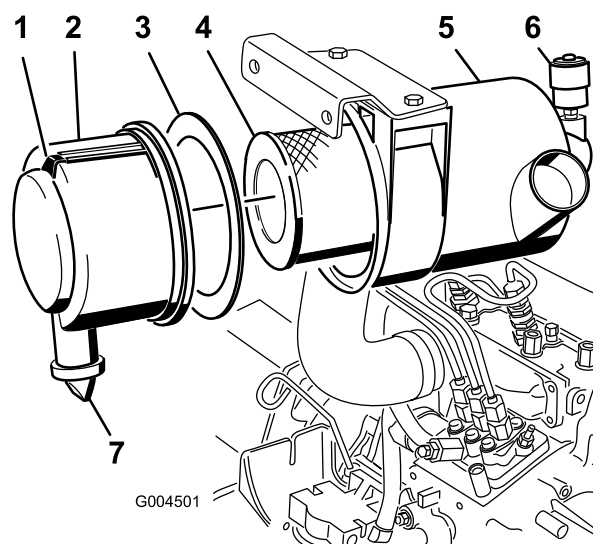

Bild 34
3. Warten Sie den Luftfilter, wenn die Luftfilteranzeige rot anzeigt oder nach jeweils 400 Betriebsstufen (häufiger in sehr staubigen oder schmutzigen Bedingungen (Bild 34)).